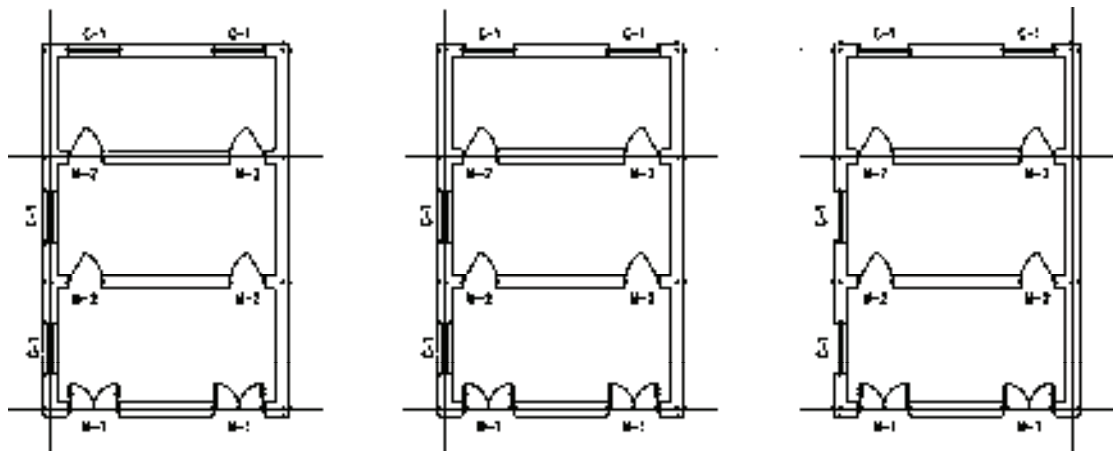

图 5-107 打开素材
1) 按〈Ctrl+O〉组合键，打开配套光盘提供的“第 5 章/5.3.5 门窗编号.dwg”素材文件，结果如图 5-107 所示。